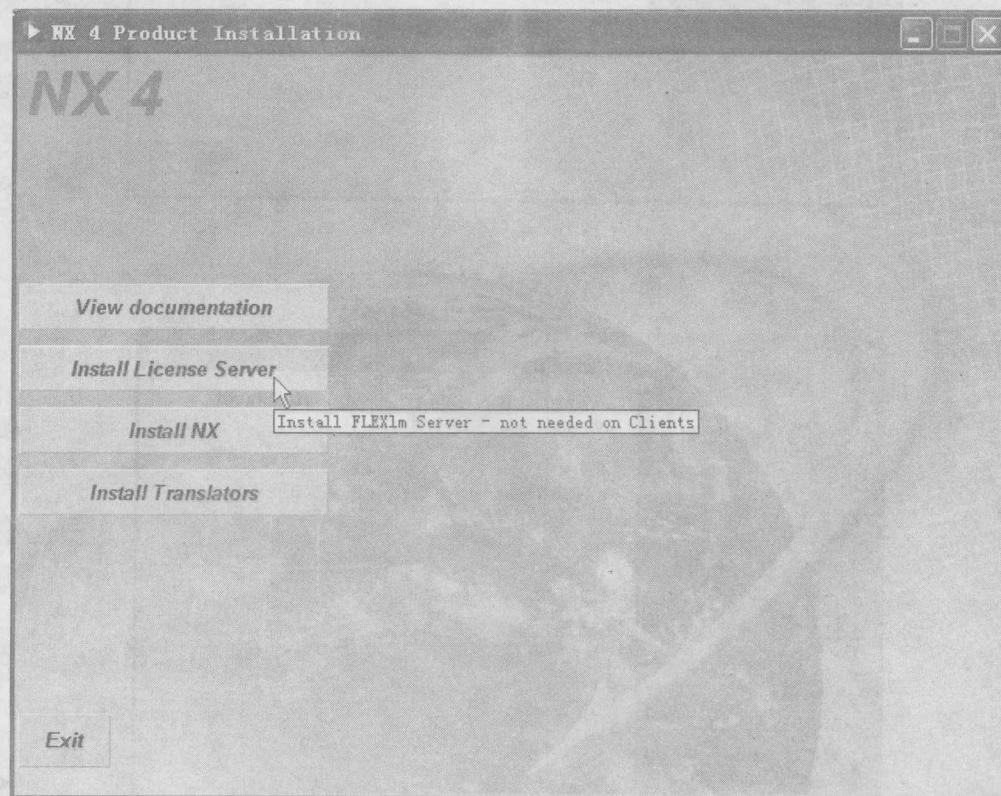

图 1-8 NX 安装对话框
(1) 在“NX4 Product Installation”的对话框里，单击“Install License Server”按钮，如图 1-8 所示。